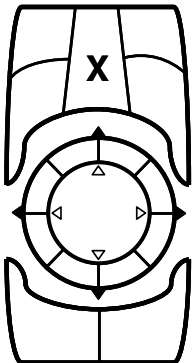
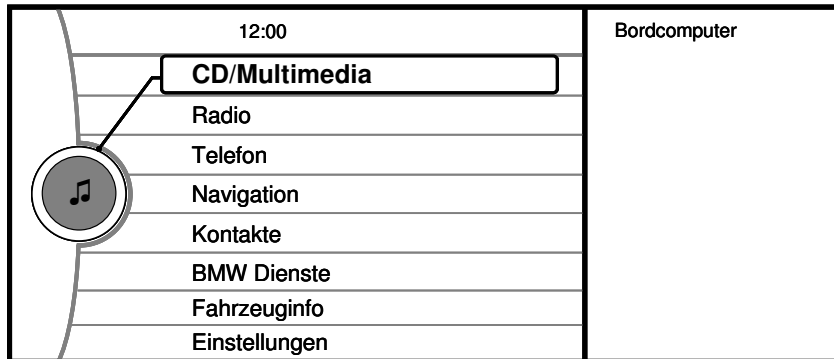

Abb.47
Abb.48
1. Nach Betätigung der **MENÜ** Taste (Abb. 47) - Quelle **CD/MULTIMEDIA** auswählen (Abb. 48).